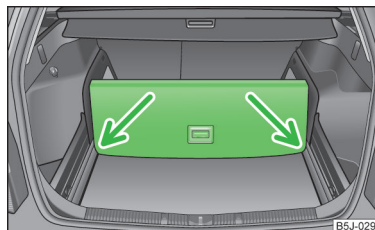

Fig. 67
► Levante la parte con la fijación y asegúrela introduciéndola en las ranuras que vienen marcadas por medio de flechas » fig. 67.